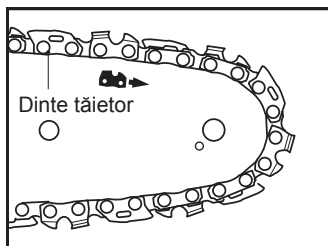

Fig. 6
3. Utilizează noua lamă de ghidare (19) și noul lanț de fierăstrău (20) de tipurile descrise în „ specificațiile tehnice”.
4. Întinde lanțul de fierăstrău (20) cu marginile tăietoare îndreptate în direcția de rotire. Glisează lanțul (20) în canelura din jurul lamei de ghidare (19). Asigură-te că lanțul (20) este montat în direcția de rotire corectă (fig. 6).